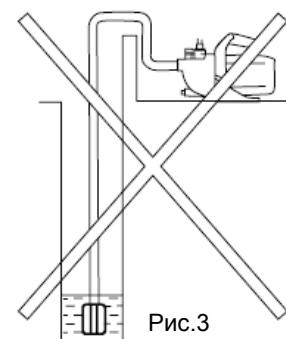

Рис.3
- При монтаже всасывающей магистрали необходимо обеспечить непрерывный угол наклона от насоса к источнику водозабора не менее 1 градуса к горизонту. Обратные углы не допускаются (рис. 3).
- Во избежание образования воздушных пробок всасывающая линия должна прокладываться с постоянным подъемом в направлении насоса (рис.3).